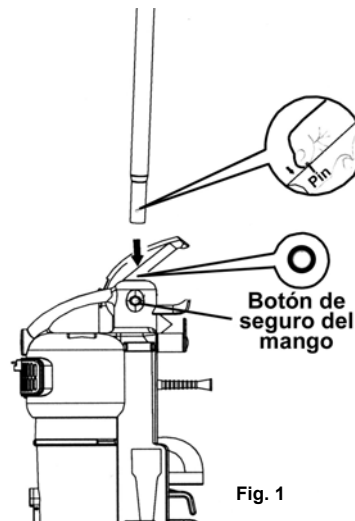

Fig. 1
- Inserte el mango en el orificio encima de la unidad asegurándose que la ranura en el mango entre correctamente en la abertura. (Fig. 1).